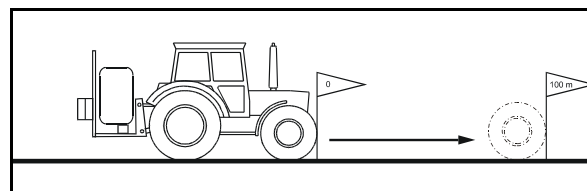

Bild 44
2. Markera början och slut (Bild 44).